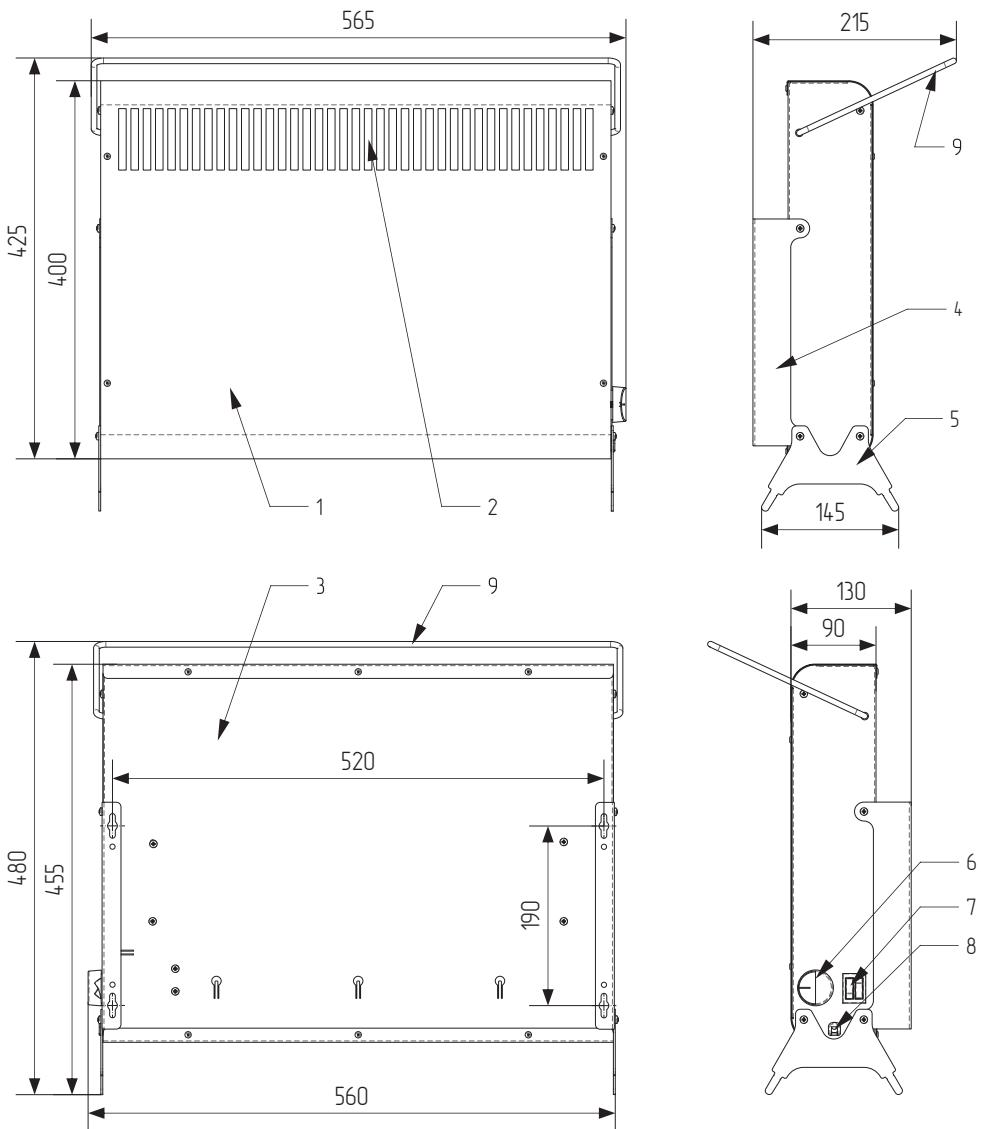
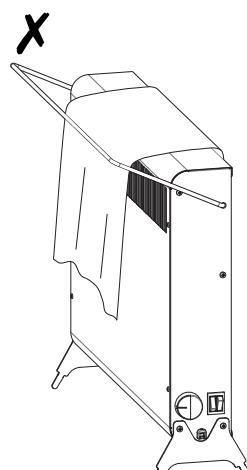

Рисунок 2.
Рисунок 5.
- накрывать корпус конвектора материей, одеждой, бумагой и т.п. (см. рис. 5);
5.1. Конвектор (см. рис. 2, 3) представляет собой металлический корпус, состоящий из передней панели (1) и задней панели (3), внутри которого на шасси расположен электронагревательный элемент (на чертеже не показан). На корпус могут быть установлены настенные кронштейны (4) или опоры (5). На боковой поверхности корпуса расположены рокерные переключатели (клавишные выключатели) с подсветкой (7) и ручка терmostата (6). На боковых поверхностях крепится перекладина-сушилка (9) для текстильных изделий.
6.4. На стене с помощью уровня и рулетки (линейки) следует разметить отверстия. Межцентровые расстояния посадочных отверстий указаны на чертеже (см. рис.2, 3).
7.3. Сушка текстильных изделий осуществляется на перекладине-сушилке. Перекладина должна находиться в наклонном положении, как показано на рис.2, 3. При размещении текстиля обращайте внимание, чтобы он висел на перекладине перед конвектором и не накрывал его корпус (см. рис. 5).